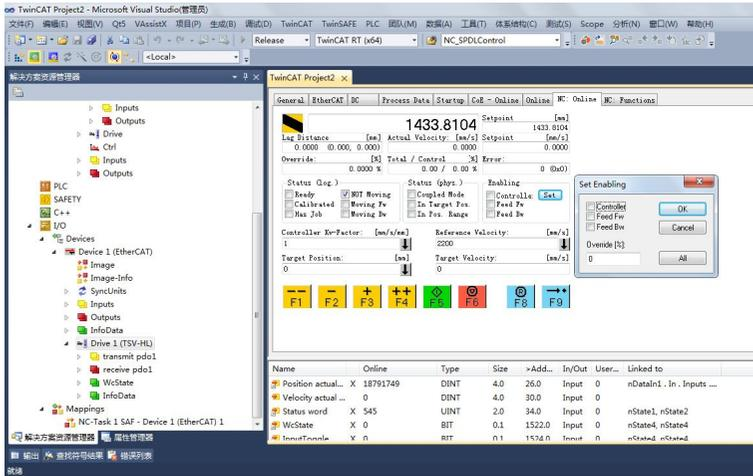
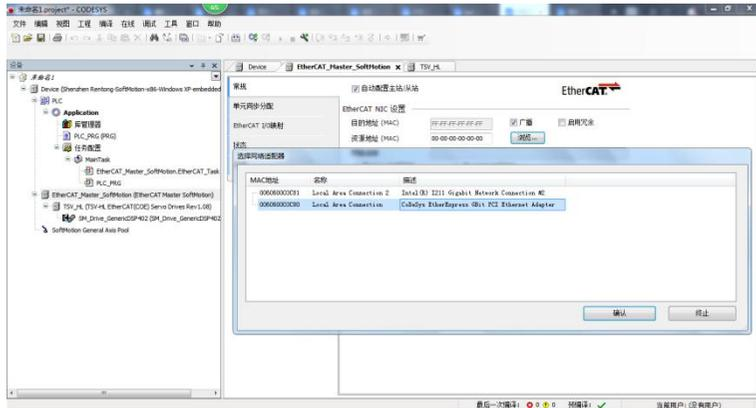

图 12
图 13
10、选择 TwinCAT 菜单 Activate configuration，选择 Driver1，进入 NC: online 标签页，点击 Enabling->set->all 使能伺服驱动器（图 12），点击 F2 或 F3 手动正反转，默认速度是 100mm/s，即 600 转/分钟，可以从伺服驱动器确认（图 13）。
①设置主站参数。设置资源地址, 选择网口 (控制器与驱动器相连的网口) (图 13);